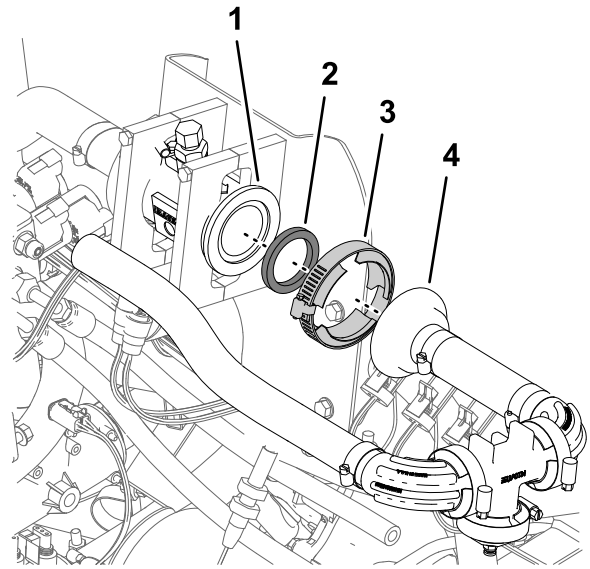

Bild 91
2. Ziehen Sie die Flanschklemppe mit der Hand an (Bild 91).